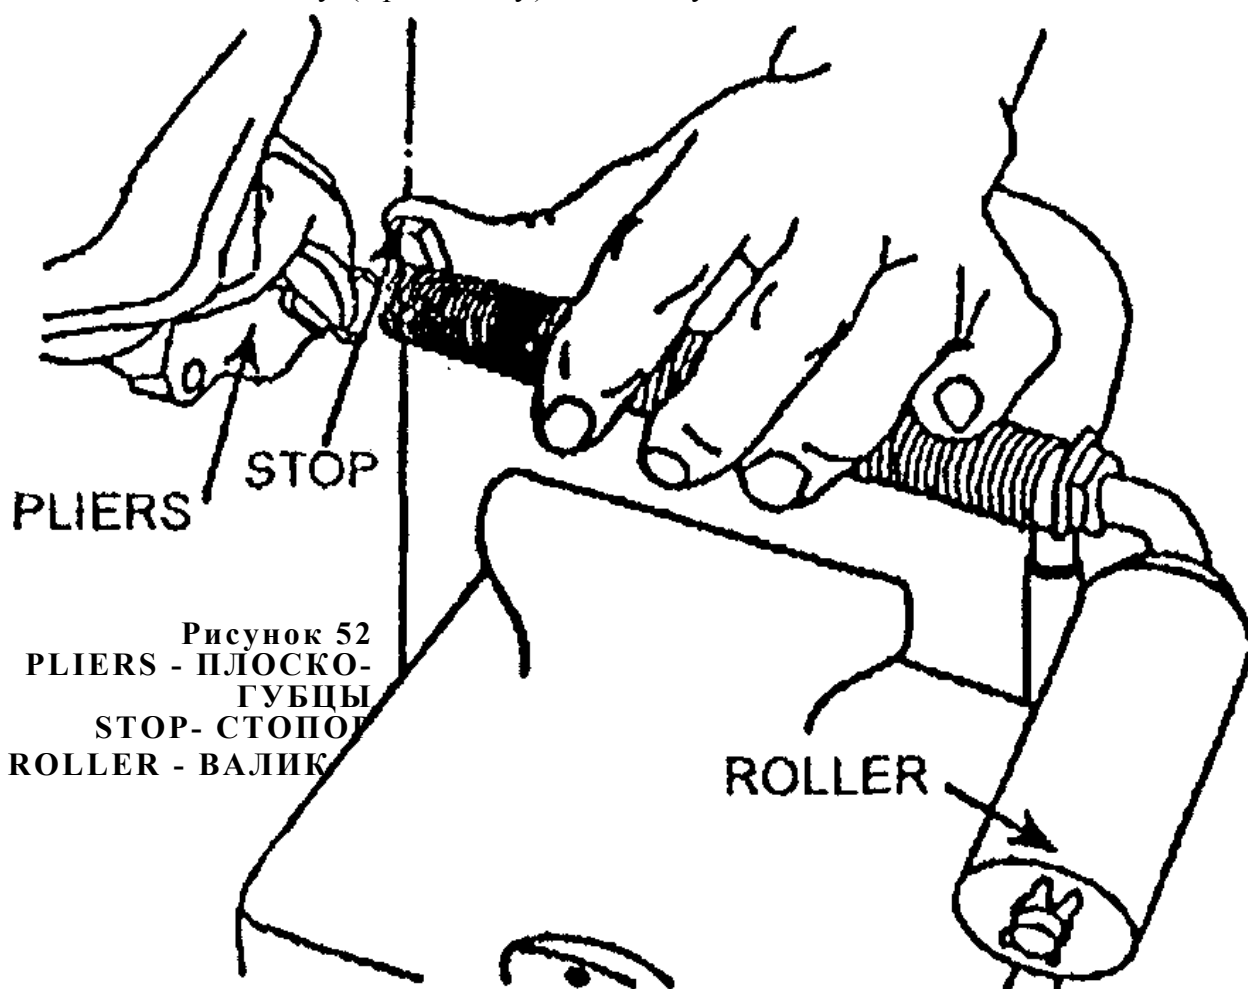

Рисунок 52
1. Зажмите выталкиватель в плоскогубцах (рис.52)